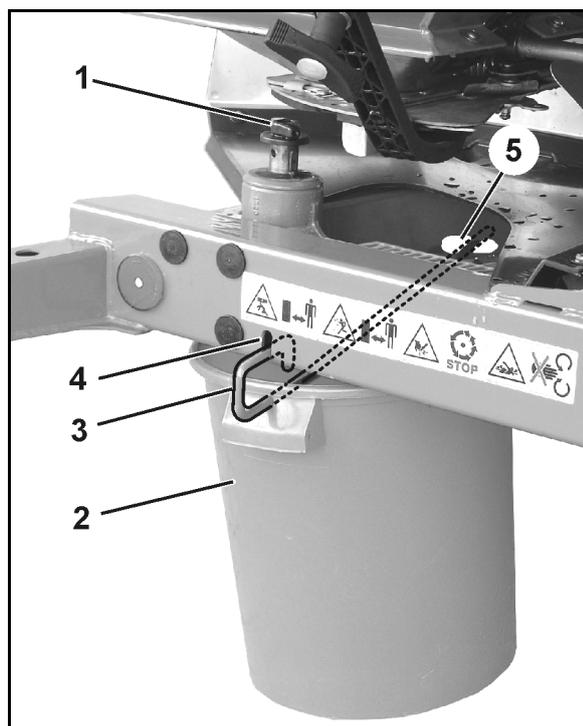

Fig. 49
Flügelschraube (Fig. 49/1) zur Befestigung der Streuscheibe heraus-schrauben und Streuscheibe von Getriebewelle abziehen.
2. Auffangbehälter (Fig. 49/2) mittels Bügel (Fig. 49/3) in die Aufnahmen (Fig. 49/4 und Fig. 49/5) am Rahmen einhängen.